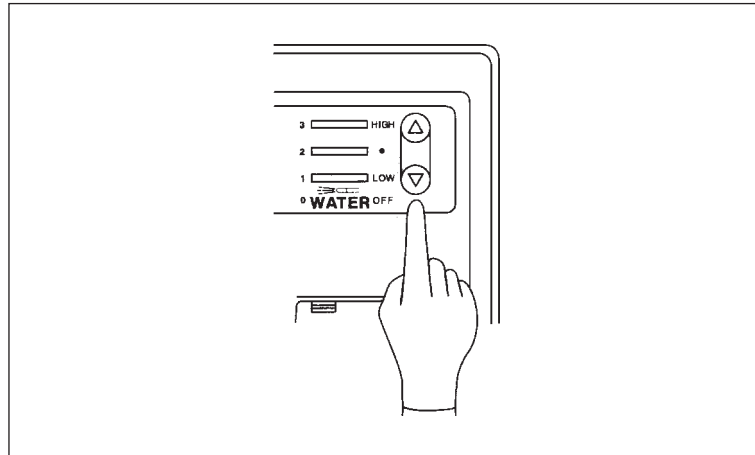

Рис. 4.6
2. Установите низкий уровень подачи воды (“LOW”) (См. рис. 4.6)
5. Измените уровень подачи воды на “•” или “HIGH” и убедитесь в том, что в соответствии с этим изменяется и количество воды, поступающей из отверстия на дистальном конце ЗОНДА (См. рис. 4.6).